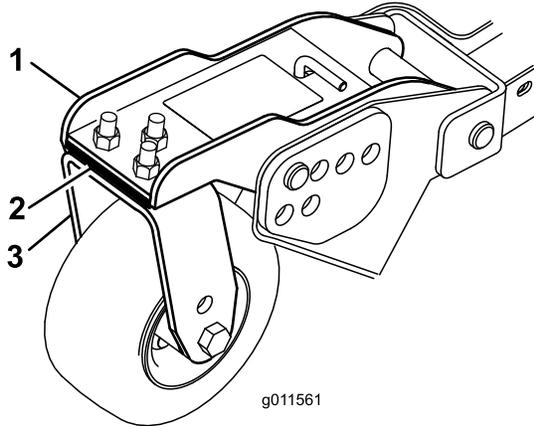

図 123
1. キャスタアームをキャスタフォークに固定しているキャップスクリューとナットを外す 図 123。